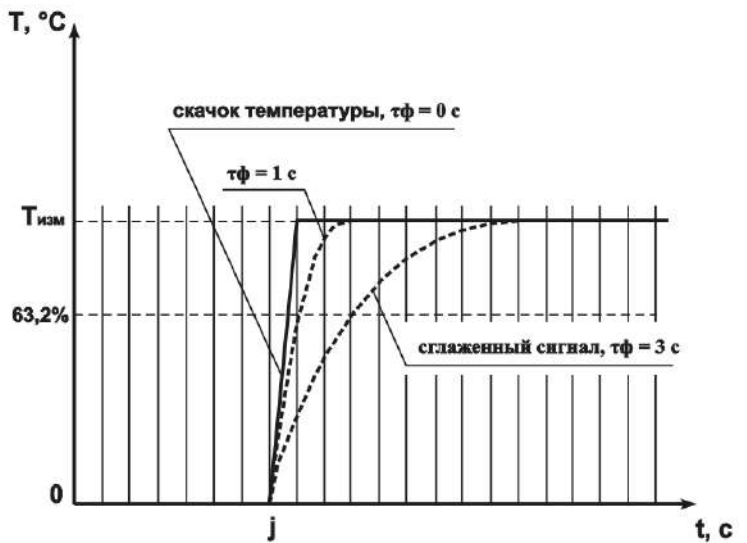

Рисунок 4
2.2.6.2 Цифровой фильтр устраняет шумовые составляющие сигнала, осуществляя его экспоненциальное сглаживание. Основной характеристикой экспоненциального фильтра является «тф» – постоянная времени цифрового фильтра, параметр $F_{\Gamma t}$ – интервал, в течение которого температура достигает **63,2 %** измеренного значения «Тизм» (рис. 4).